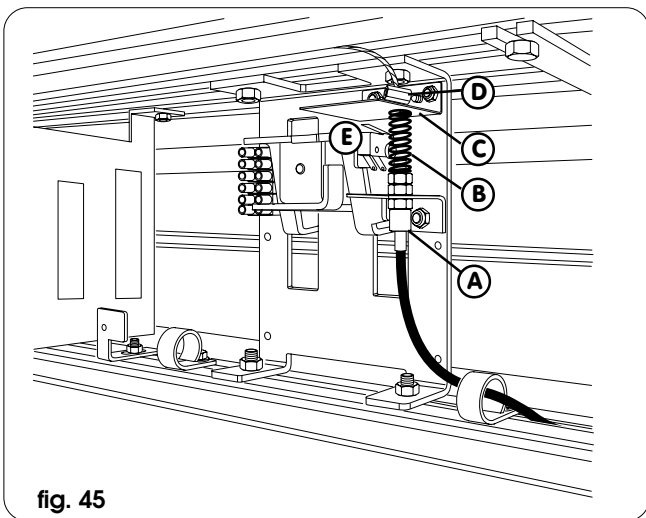

fig. 45
- Enfiler le câble gainé dans la conduite du profil du carter inférieur et couper la gaine (non pas le fil d'acier) en déterminant la longueur suffisante pour atteindre le verrou (fig. 45) sans courbures excessives.
- Introduire le fil d'acier dans le dispositif de réglage du verrou réglé au minimum (réf. A fig. 45) et, à travers le ressort (réf. B fig. 45), le faire sortir du trou présent sur la cornière (réf. C fig. 45).
- Tendre correctement le fil d'acier et monter l'étau (réf. D fig. 45) en veillant à ce que la cornière, au repos, n'active pas le micro-interrupteur (réf. E fig. 45).
- Vérifier qu'en tirant sur la poignée de déverrouillage, la cornière débloque le verrou et appuie sur le doigt du micro-interrupteur jusqu'à son activation; agir éventuellement sur le dispositif de réglage (réf. A fig. 45).